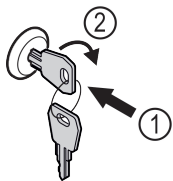

Fig. 140
- ▶ Sæt nøglen i Fig. 140 (1).
- ▶ Drej nøglen 90° med uret Fig. 140 (2).